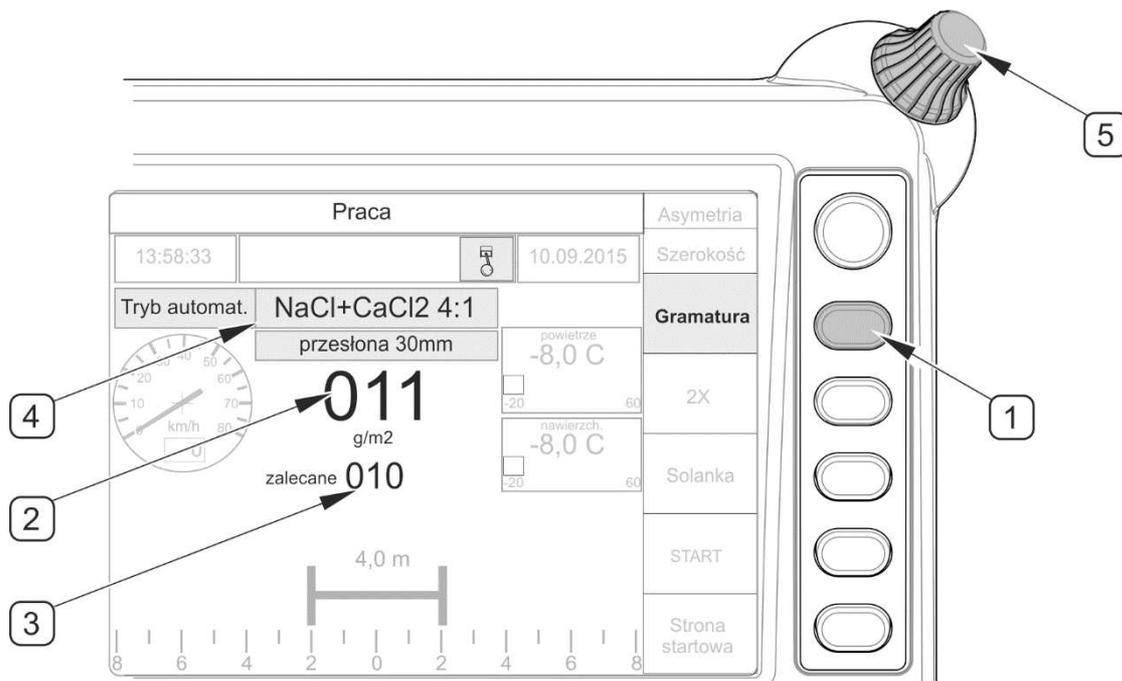

ABBILDUNG 4.28 Korrektur während des Automatikbetriebs (Option)
Auf der Betriebseite „Betrieb“ im Menü des Steuerpults (ABBILDUNG 4.28) hat der Bediener die Möglichkeit, die für den Automatikbetrieb festgelegte Dosierung nach Auswahl der Funktion „Gramatur“ zu korrigieren. Die Korrektur erfolgt mithilfe des Drehreglers (5). Auf der Anzeige wird unterhalb der vom Bediener eingestellten Streudichte (2) die empfohlen Dichte (3) für die festgelegte Betriebsart T1, T2 oder T3 (ABBILDUNG 4.28) angezeigt.